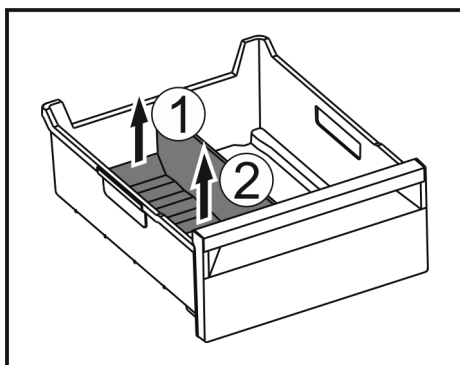

Fig. 208
- Paceliet ledus gabaliņu nodalījuma sadalītāja aizmugurējo daļu. Fig. 208 (1)
- Izņemiet ledus gabaliņu nodalījuma sadalītāju virzienā uz augšu. Fig. 208 (2)